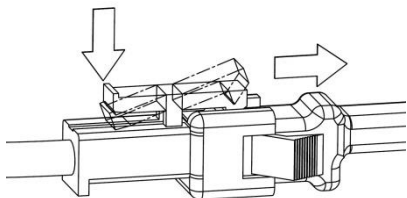

**Рисунок 12**
- Снимите алюминиевый фильтр, нажав на пружинную защелку. После очистки фильтра, оставьте его до полного высыхания. Не устанавливайте фильтр до тех пор, пока он не высохнет. (Рисунок 12)